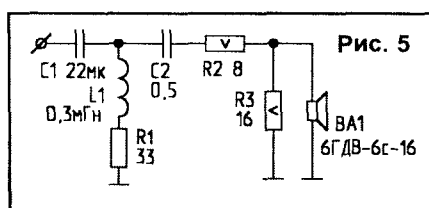

Рис. 5
5..6 кГц я скорректировал регулятором тембра ВЧ в усилителе. Можно это сделать и добавлением делителя R2-R3 (-6 дБ) после ВЧ-фильтра в АС (рис.5).